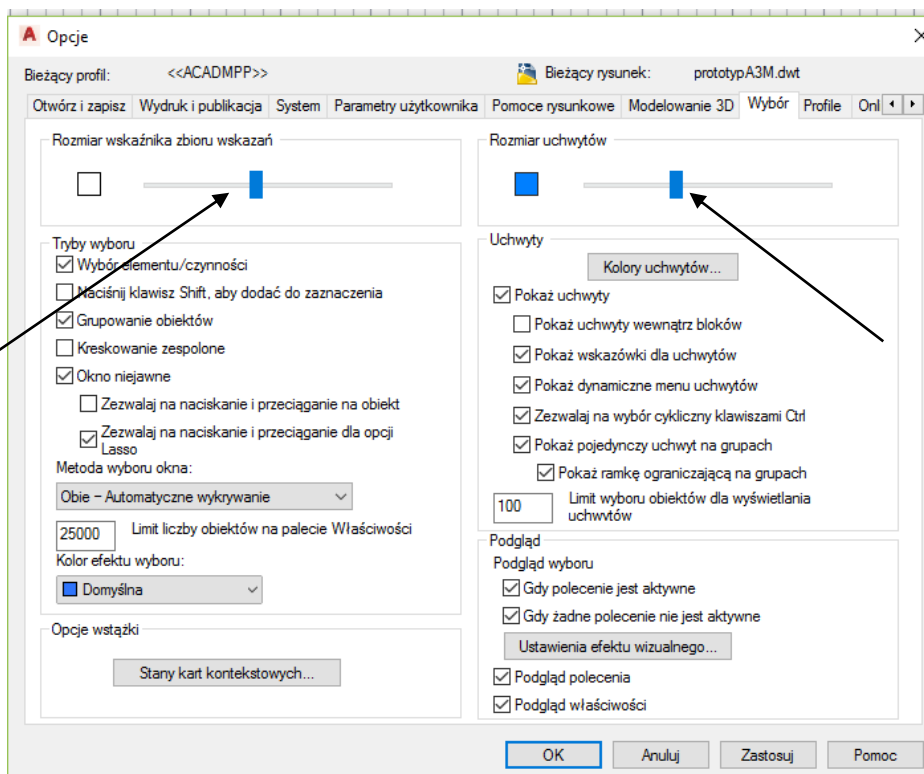

Rys. 1.5
4. Wybierając przycisk *Dostosowywanie* znajdujący się w prawy dolnym rogu programu – rys. 1.5, proszę zaznaczyć opcje widoczne na rysunku.